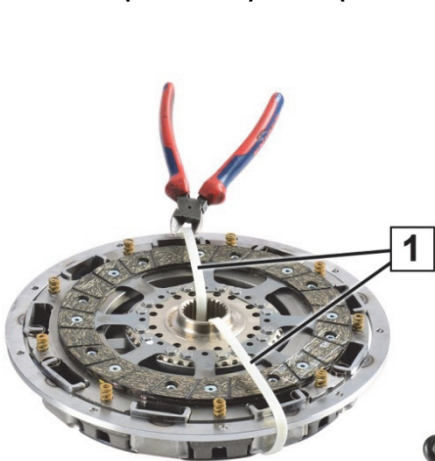
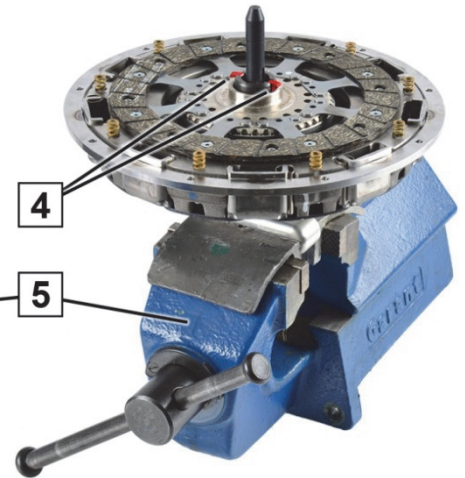

Fig. 1: Proteção para transporte
Fig. 3: Encaixar ferramenta especial
4. Remover a embreagem de discos duplos (12) e fixar com a ferramenta especial (3) no torno (5) (fig. 3).
1. Colocar a embreagem de discos duplos (12) na bancada de trabalho com o disco de embreagem para cima (fig. 1).
3. Remover a abraçadeira plástica da proteção para transporte (1) (fig. 1).
4. Puxar o botão de puxar (2) para soltar o retentor (4) da ferramenta especial (3).
5. Pressionar a embreagem de discos duplos com o cubo na ferramenta especial (3), até o retentor (4) fixar a embreagem de discos duplos (fig. 3).